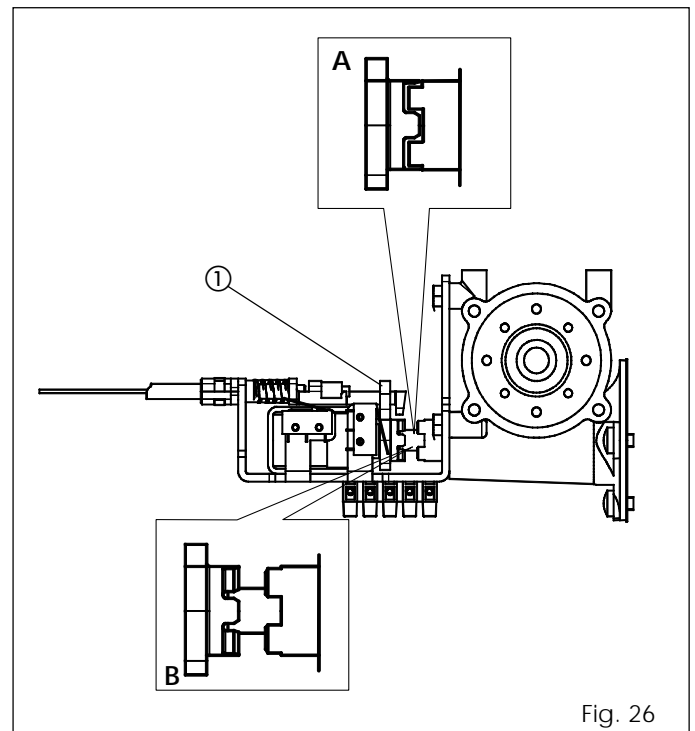
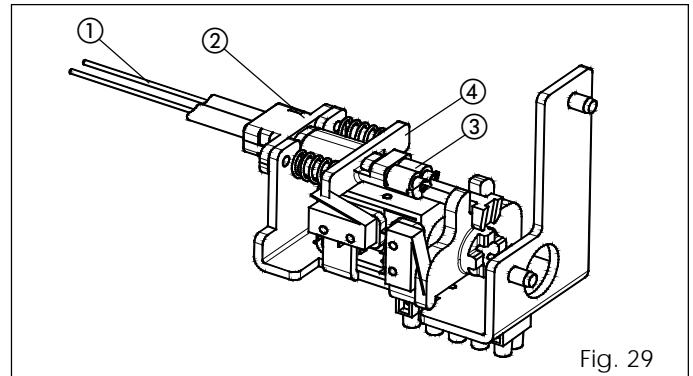

Fig. 26
Fig. 29
- Empuje manualmente la palanca (fig. 26 ref. ①) hacia el eje motor, comprobando que se engrane correctamente como se indica en la fig. 26 ref. A.
- Mueva la palanca (fig. 26 ref. ①) en sentido vertical y compruebe que haya juego entre el acoplamiento del eje motor y del bloqueo motor.
- Pase el cable (fig. 29 ref. ①) por el interior de la pieza ②, dejando la vaina hasta el tope.
- Introduzca el cable en el borne (fig. 29 ref. ③).
- Tire la pieza ④ hasta el tope (comprimiendo los muelles) y atornille el tornillo del borne ③ bloqueando el cable de acero.
- Compruebe que el acoplamiento del bloqueo motor esté libre del acoplamiento del eje motor (fig. 26 ref. B).